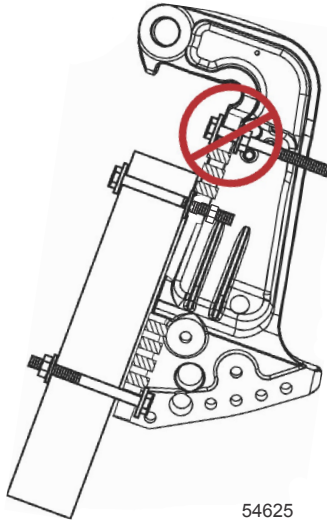

Abbildung 2
1. Keine ungestützten Zubehöerteile am Spiegelhalter befestigen. Siehe Abbildung 2.